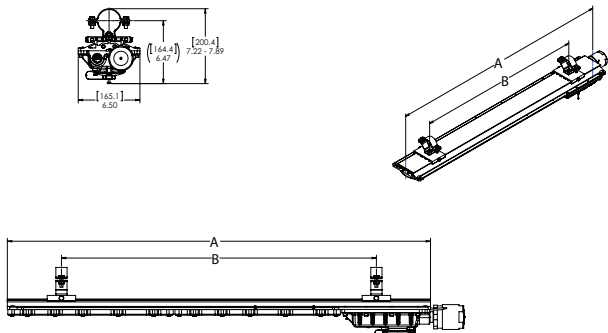
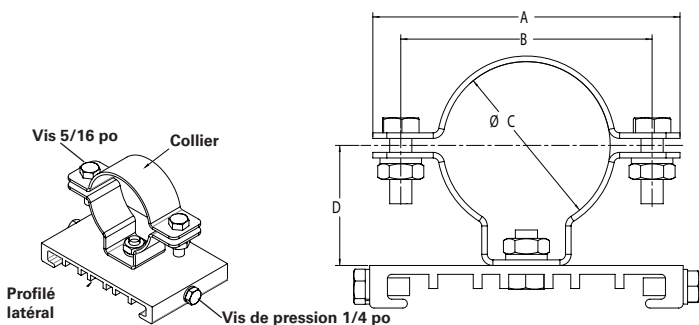

Figure 6. TROUSSE – Montage sur mât
Figure 7. TROUSSE – Détails du montage sur mât
2. Avant l'installation, s'assurer que le diamètre intérieur du collier (voir la figure 7) est compatible avec le diamètre du mât. Les colliers sont disponibles dans les tailles 1,65 po (42 mm), 2 po (51 mm) et 2,36 po (60 mm).
3. Les supports de montage sur mât peuvent être espacés selon la convenance; il est recommandé de les séparer d'au moins 18 po (457 mm) (voir la figure 6 et le tableau pour les valeurs d'espacement).
4. Faire glisser les deux (2) supports de montage sur mât sur le luminaire de manière à engager les brides.
5. Serrer à fond les deux (2) vis de pression de 1/4 po sur chaque support coulissant (voir la figure 7). Visser au couple de 78 po-lb (8,8 N.m).
6. Retirer les deux (2) vis de 5/16 po, les rondelles de verrouillage et les écrous de chaque collier et retirer les moitiés supérieures des colliers.
9. Sur chaque collier, installer les deux (2) moitiés supérieures des colliers et les vis de 5/16 po, les rondelles de verrouillage et les écrous.